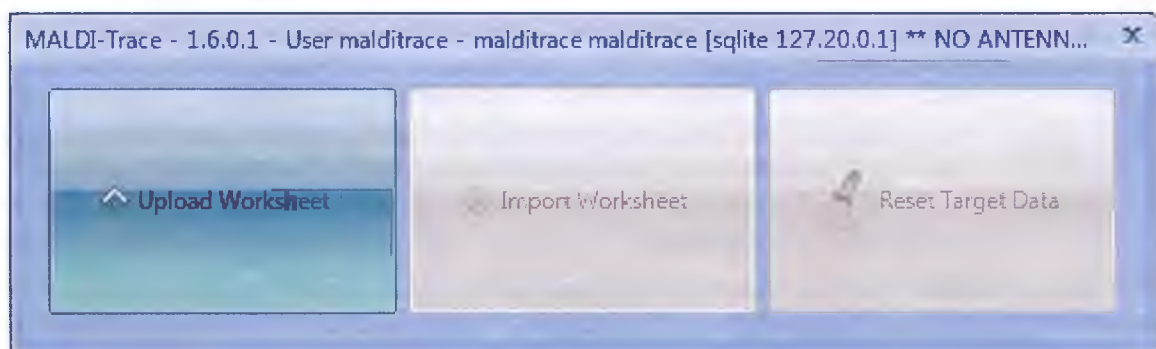

Рисунок 4.27 Загрузка технологической карты
- Нажать **Upload worksheet** (Загрузить технологическую карту) (Рисунок 4.27), чтобы загрузить данные матрицы объекта.